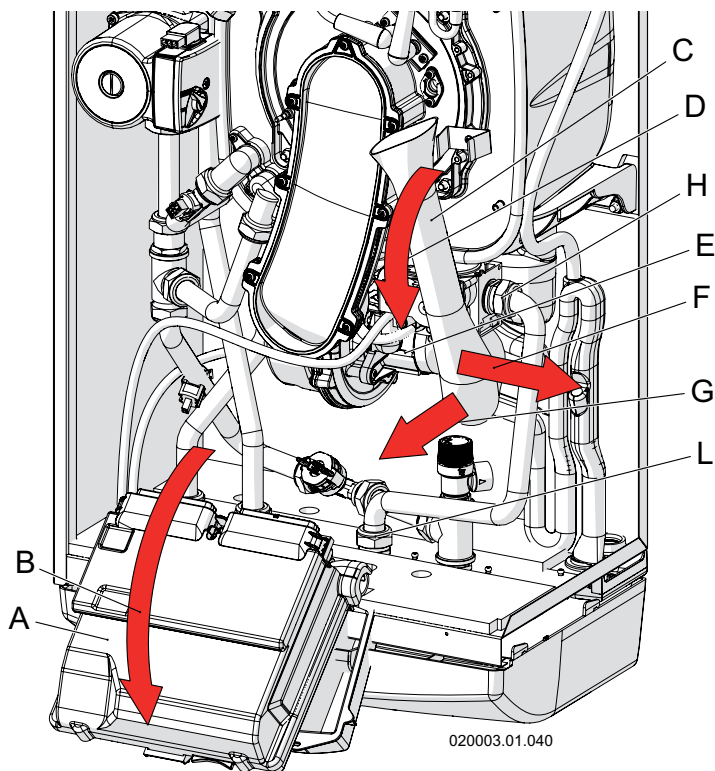

Figura 6.2 - Smontaggio collettore aria
- 13 - Togliere il collettore aria avendo cura di ruotarlo esternamente, quindi sfilarlo dall'imbocco del ventilatore (vedi figura 6.2, particolare "C");
- 14 - Smontare il tubo di ingresso del gas tramite i due raccordi (vedi figura 6.2, particolari "H" e "L")
- 19 - Rimontare il tubo di alimentazione gas tramite i due raccordi (vedi figura 6.2, particolari "H" e "L");
- 20 - Rimontare il collettore aria (vedi figura 6.2, particolare "C");